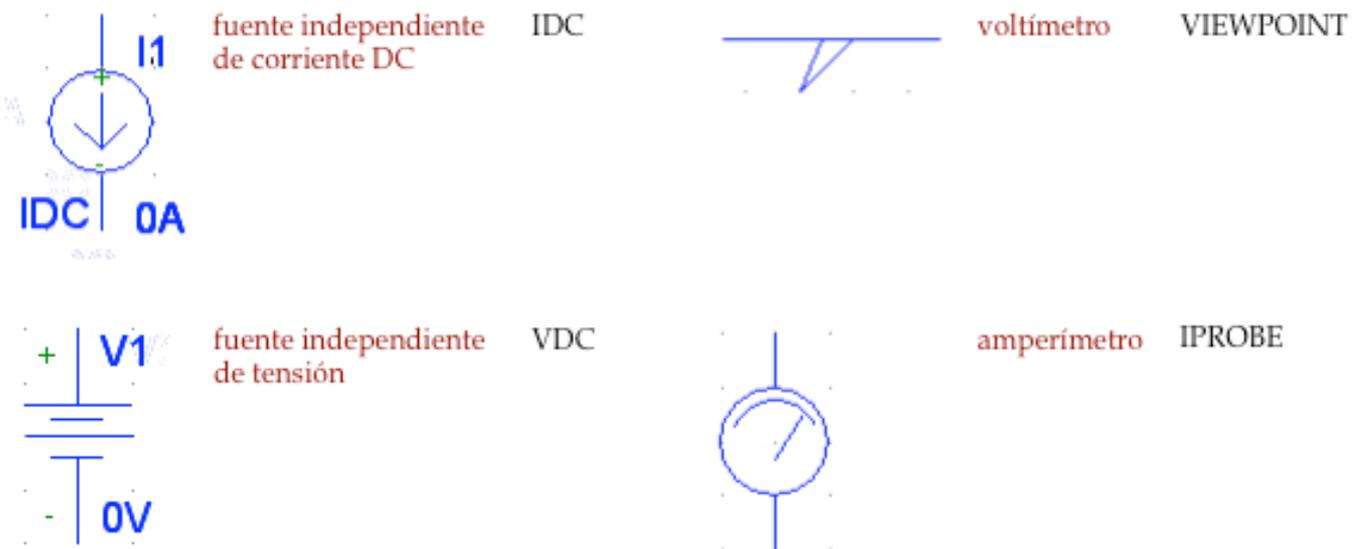
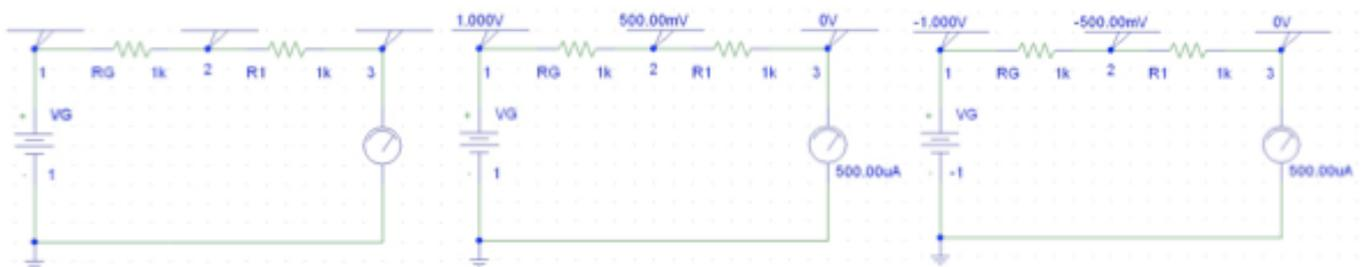
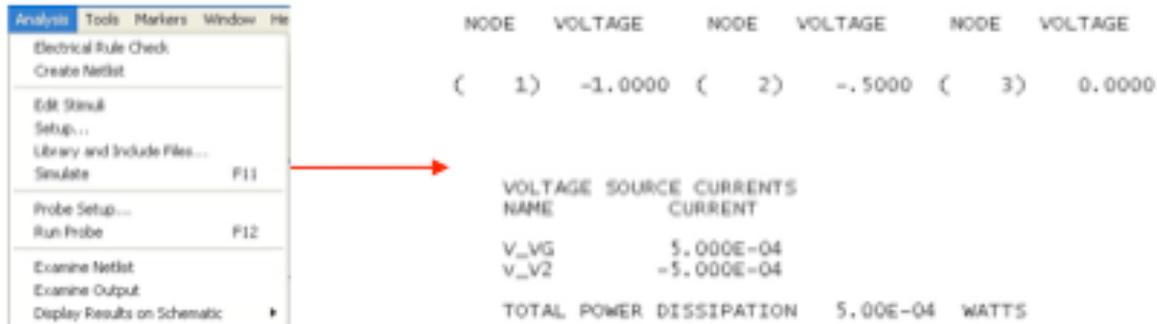

Figura II.2. Elementos típicos de representaciones de circuitos funcionando en DC en PSpice.
Figura II.4. Utilización de amperímetros y voltímetros para obtener los resultados de un análisis DC en PSpice.
Figura II.5. Presentación numérica de los resultados de un análisis DC en PSpice.
La figura II.2 resume los elementos típicos de la representación de circuitos funcionando en DC en PSpice. Para cada uno se indican el símbolo gráfico que se obtiene al extraerlo de la librería de elementos y el código por el que es identificado en dicha librería.
La primera de ellas, representada en la figura II.4, consiste en utilizar el amperímetro (medidor de corriente) y el voltímetro (medidor de tensión) mostrados en la figura II.2. Sobre estos elementos es preciso tener en cuenta las siguientes consideraciones:
- En el amperímetro se supone implícitamente que la corriente entra por el extremo en el que hay un arco de circunferencia. Sin embargo, a la hora de realizar medidas, es preciso tener en cuenta que el amperímetro no muestra el signo de la corriente. Compárense, por ejemplo, los resultados mostrados en las partes central y derecha de la figura II.4; aunque se ha cambiado el signo de la tensión de la fuente, el amperímetro sigue mostrando el mismo valor de la corriente, mientras que los voltímetros sí reflejan la influencia del cambio de signo.
La figura II.4 también puede servir para ilustrar una circunstancia importante, aunque no relacionada directamente con las medidas. Dibujar correctamente el circuito de la figura II.4 y activar el análisis deseado apenas consume tiempo. Ahora bien, el consumo de tiempo es incluso menor si el circuito se resuelve a mano; es decir, sin recurrir a PSpice. Este programa es de gran ayuda cuando se hace referencia a circuitos complicados o se pretende realizar cálculos reiterativos variando uno o dos parámetros (por ejemplo, el uso de PSpice sería atractivo si lo que se pretendiera fuese calcular la tensión en una de las resistencias para distintos valores de la fuente; en ese caso no habría que repetir todos los cálculos para cada valor de la fuente, sino limitarse a hacer variaciones mínimas sobre el circuito original). Por consiguiente se recomienda al lector que, antes de utilizar PSpice en un problema concreto, evalúe si puede ganar tiempo resolviendo el problema sin ayuda del programa.
Un modo de obtener resultados, complementario del que acabamos de exponer (y útil cuando, por alguna razón, el análisis no proporciona en forma gráfica los resultados numéricos en amperímetros y voltímetros), consiste en seleccionar la opción *Analysis* en la barra de comandos y, dentro de ella, la opción *Examine Output* (véanse estas opciones en la figura II.5). Dentro de ella pueden encontrarse los resultados mostrados en la figura II.5. Como puede observarse, coinciden con los indicados en la parte derecha de la figura II.4 (que se refiere al circuito en el que se producen tales resultados). Además de esto, conviene tener presente lo que se indica seguidamente.
Si se pulsa el botón de tensiones, el programa muestra los valores de tales magnitudes en todos los nudos del circuito, como puede verse en la parte izquierda de la figura II.6. Estos valores son presentados con sus signos correspondientes (se sugiere al lector que compruebe que el circuito de la figura indicada es el mismo que el mostrado en la parte central de la figura II.4).